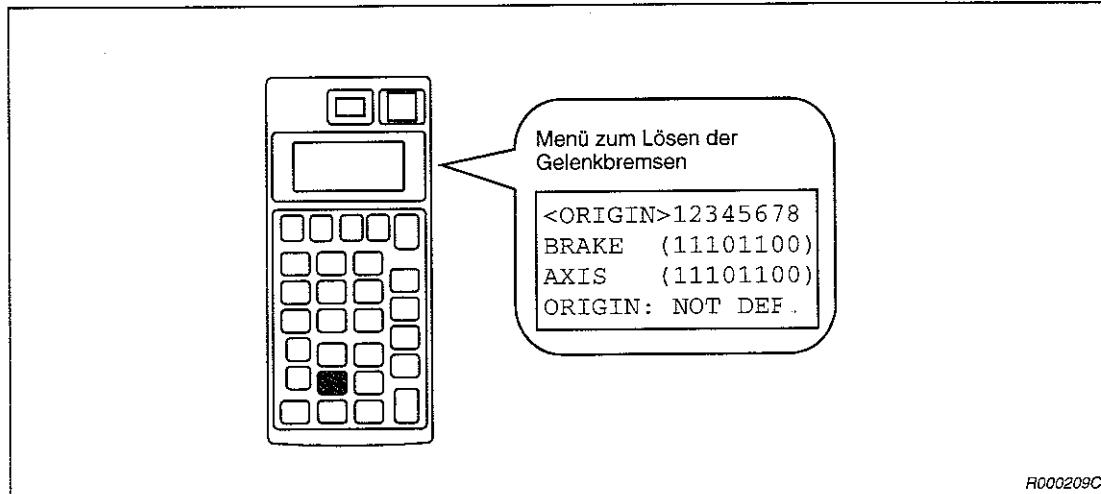

Abb. 3-20: Lösen der Bremsen
- ① Tragen Sie jeweils eine „1“ in die Zeile „BRAKE“ ein, um die Bremsen der entsprechenden Achsen zu lösen, siehe Abbildung 3-20.